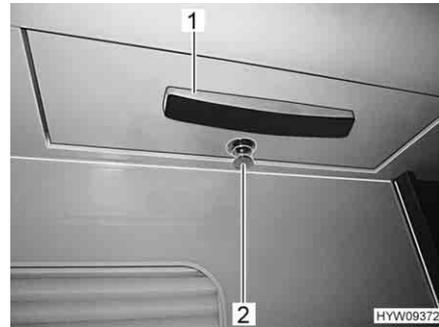

Fig. 10 Bloccaggio (vano abbassabile)
- Spingere il vano verso l'alto finché non si innesta. A tale scopo, utilizzare la maniglia (Fig. 10,1) apposita.
- Premere verso l'interno il bottone a pressione (Fig. 10,2) finché non si innesta.